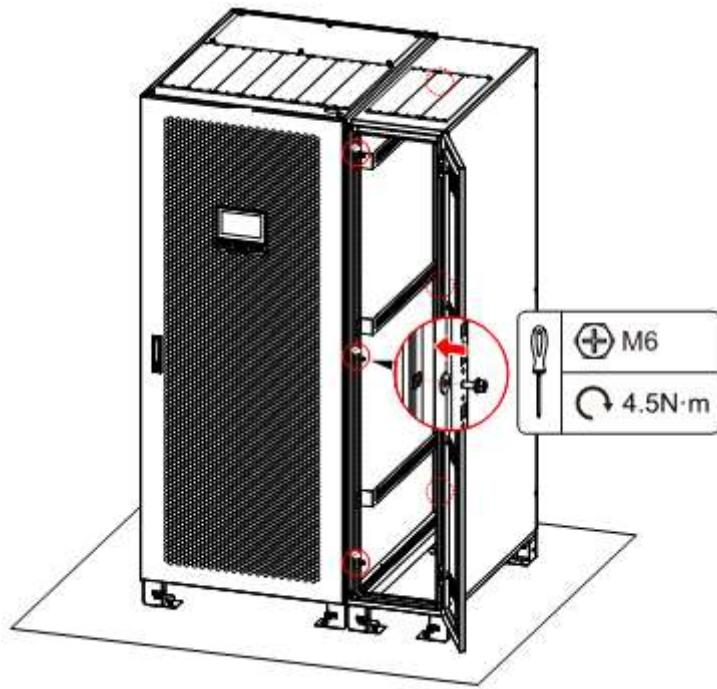

Рисунок 3-21. Скрепление секции нижнего подвода кабелей и ИБП комбинированными винтами
**Шаг 4** Скрепите секцию нижнего подвода кабеля и правую раму ИБП с помощью шести комбинированных винтов, как показано на рис. 3-21.